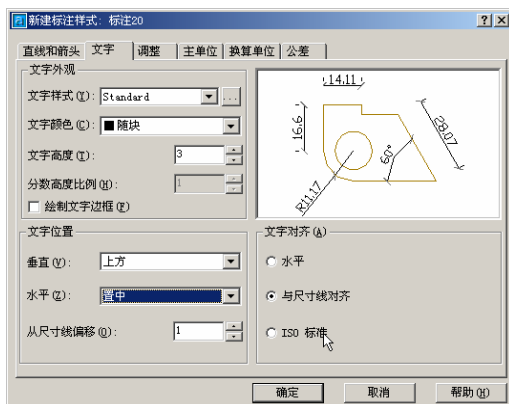

图 6-30
(5) 然后选择【文字】选项，该选项中的设置如图 6-30 所示。